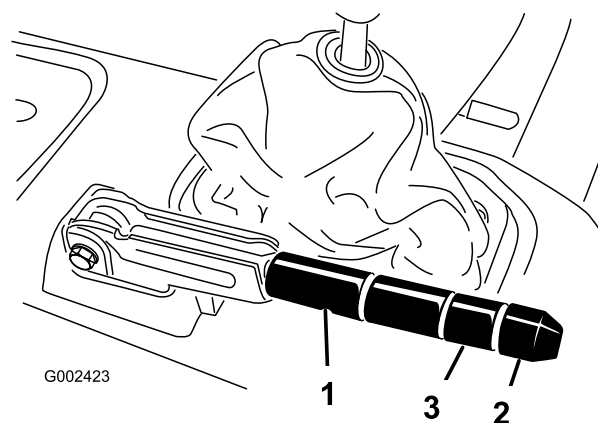

Figura 67
2. Afloje el tornillo de fijación que sujeta el pomo a la palanca del freno de estacionamiento (Figura 67).